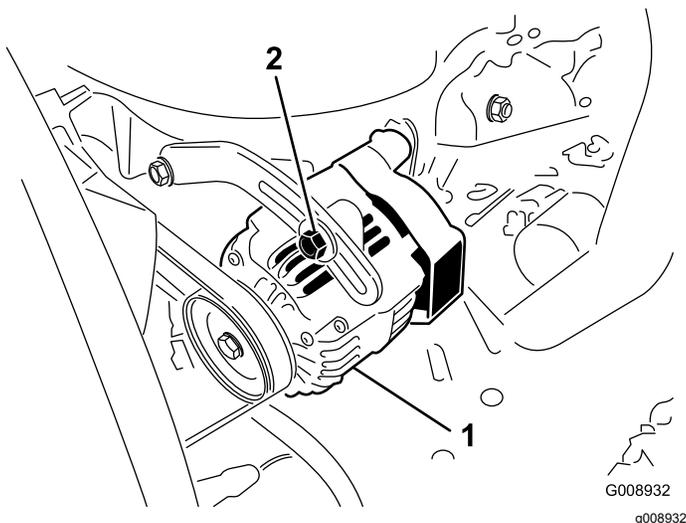

Figure 63
2. Si vous n'obtenez pas une flèche de 10 mm, desserrez les boulons de fixation de l'alternateur (Figure 63).